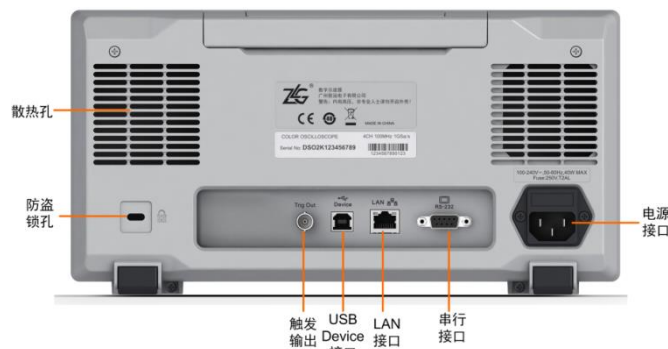

图 5.9 ZDS1104 型示波器后面板
ZDS1104 示波器的后面板如图 5.9 所示。
**安全锁：**用户可使用安全锁将示波器锁在固定位置。沿与后面板垂直的方向对准图 5.9 中的“防盗锁孔”将锁头插入，顺时针旋转钥匙锁定示波器，然后拔出钥匙。注意，不要将其它物品插入防盗锁孔以免损坏仪器。